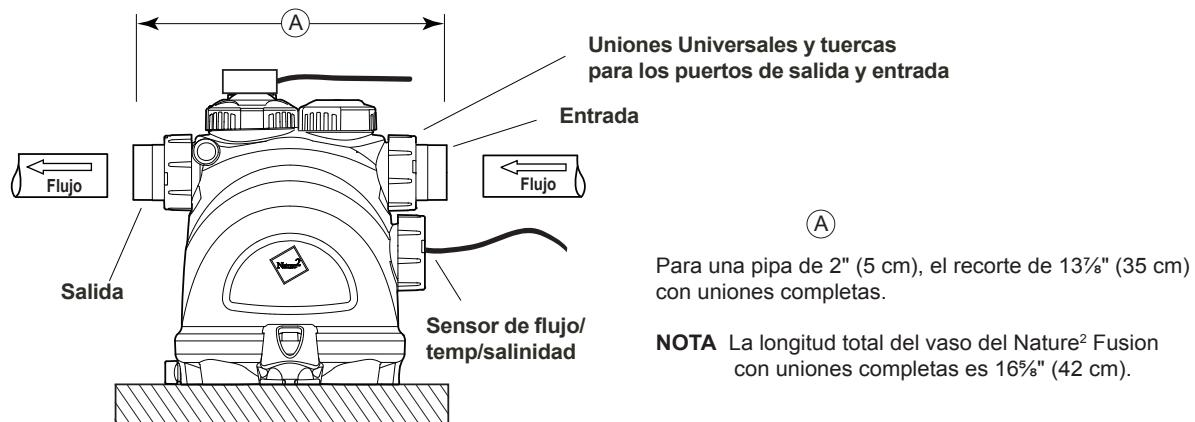

Figura 3. Recorte de tubería
4. Recorte un  $13\frac{7}{8}"$  (35 cm) de la sección 2" (5 cm) de la cañería para insertar el vaso (véase la Figura 3).
4. Recorte un 13 7/8" (35 cm) de la sección 2" (5 cm) la cañería para insertar el vaso (véase la Figura 3).